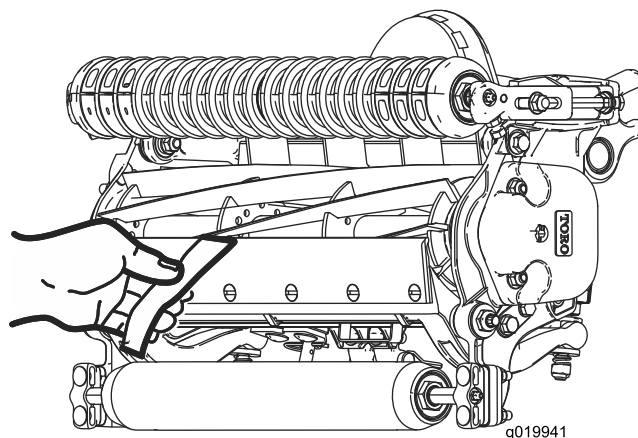

Bild 10
10. Testen Sie die Mähleistung, indem Sie einen langen Streifen des Schnittleistungspapiers (Toro Bestellnummer 125-5610) senkrecht zum Untermesser zwischen die Spindel und das Untermesser legen (Bild 10).